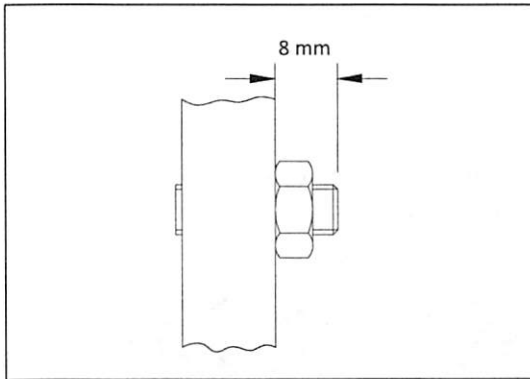

Abbildung 29 Einstellung, Notentriegelung
- Gewindestift wieder bis auf ca. 8mm herausdrehen (siehe Abbildung 29)